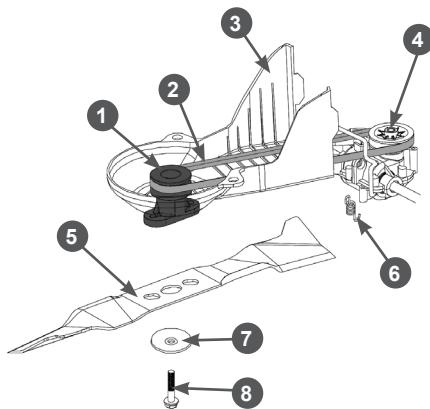

Рис. 26 Обслуживание ремня привода
- Открутите два винта крепления и снимите защитный кожух 3 ремня (Рис. 26).
- Осмотрите ремень 2 привода хода на наличие трещин, разрывов, отслоения корда (Рис. 26). При обнаружении повреждений ремень необходимо заменить.
- Снимите ремень со шкива 4 редуктора (Рис. 26).
- Установите новый ремень на шкив редуктора, затем установите адаптер ножа и установите ремень на шкив адаптера ножа. После этого убедитесь, что пружина 6 на месте и держит ремень в натянутом состоянии (Рис. 26).